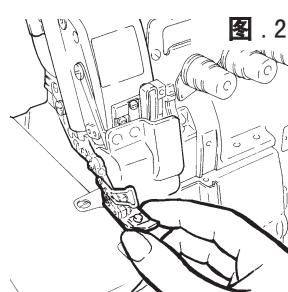

图.2
- 务必检查压脚是否牢固的固定好。（使用抬压脚机构抬起压脚，用手前后左右扳动，检查看压脚是否有松动）（图2）